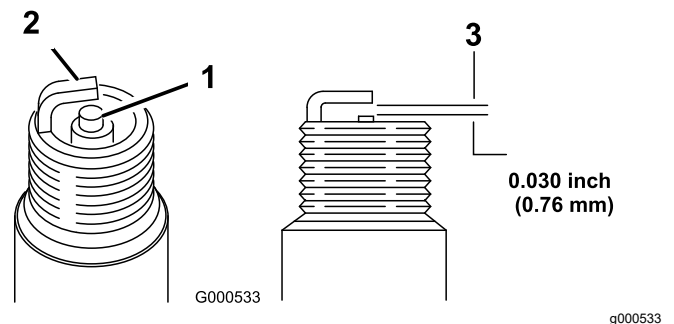

Figura 28
- Regolate la distanza tra gli elettrodi della candela a 0,76 mm, come illustrato in Figura 28.